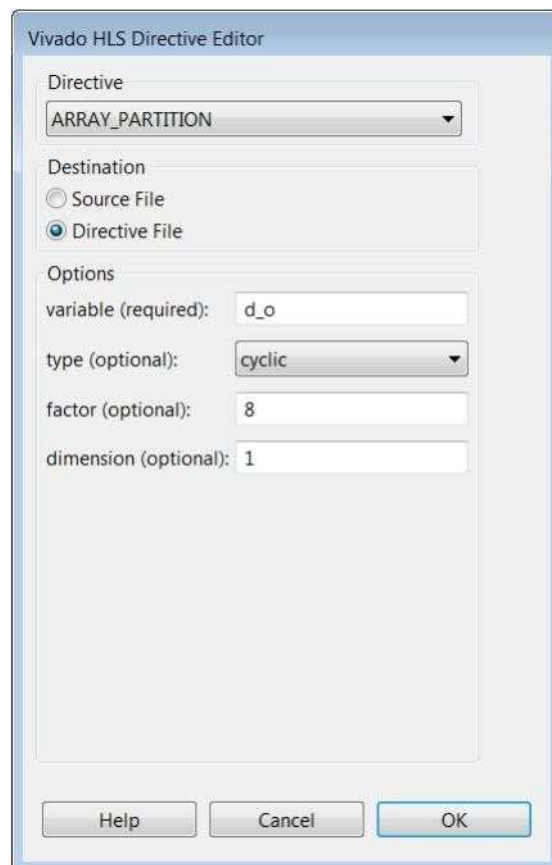

图 4-31: 循环分区的指令编辑器
- 在如图 4-31 所示的 directive Editor 对话框中, 点击 OK。